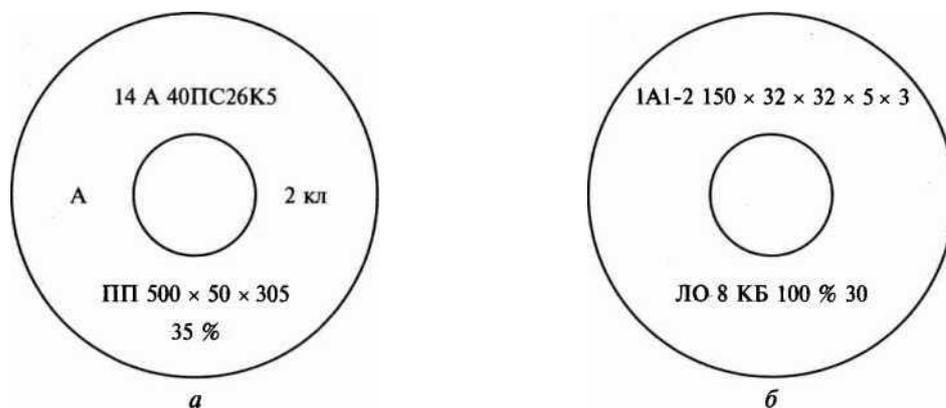

Рис. 8.2. Маркировка шлифовальных кругов: *a* — абразивных; *б* — алмазных
10. Расшифруйте маркировку шлифовальных кругов (рис. 8.2).